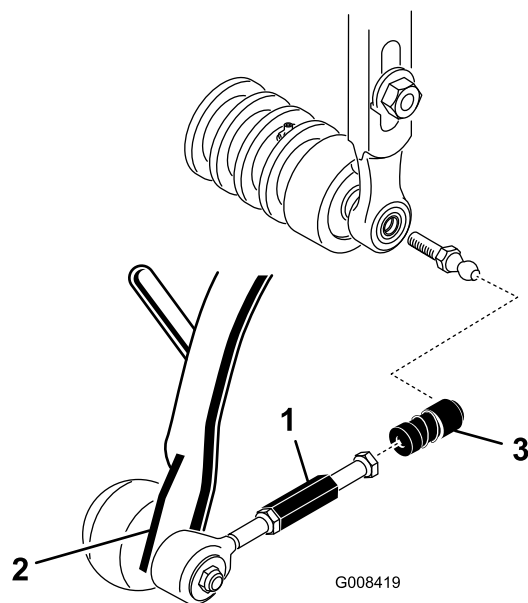

Bild 17
7. Schieben Sie die Hülse an jeder Kugellageraufnahme zurück und haken Sie die Aufnahme in den Kugelbolzen des Mähwerks ein (Bild 17).